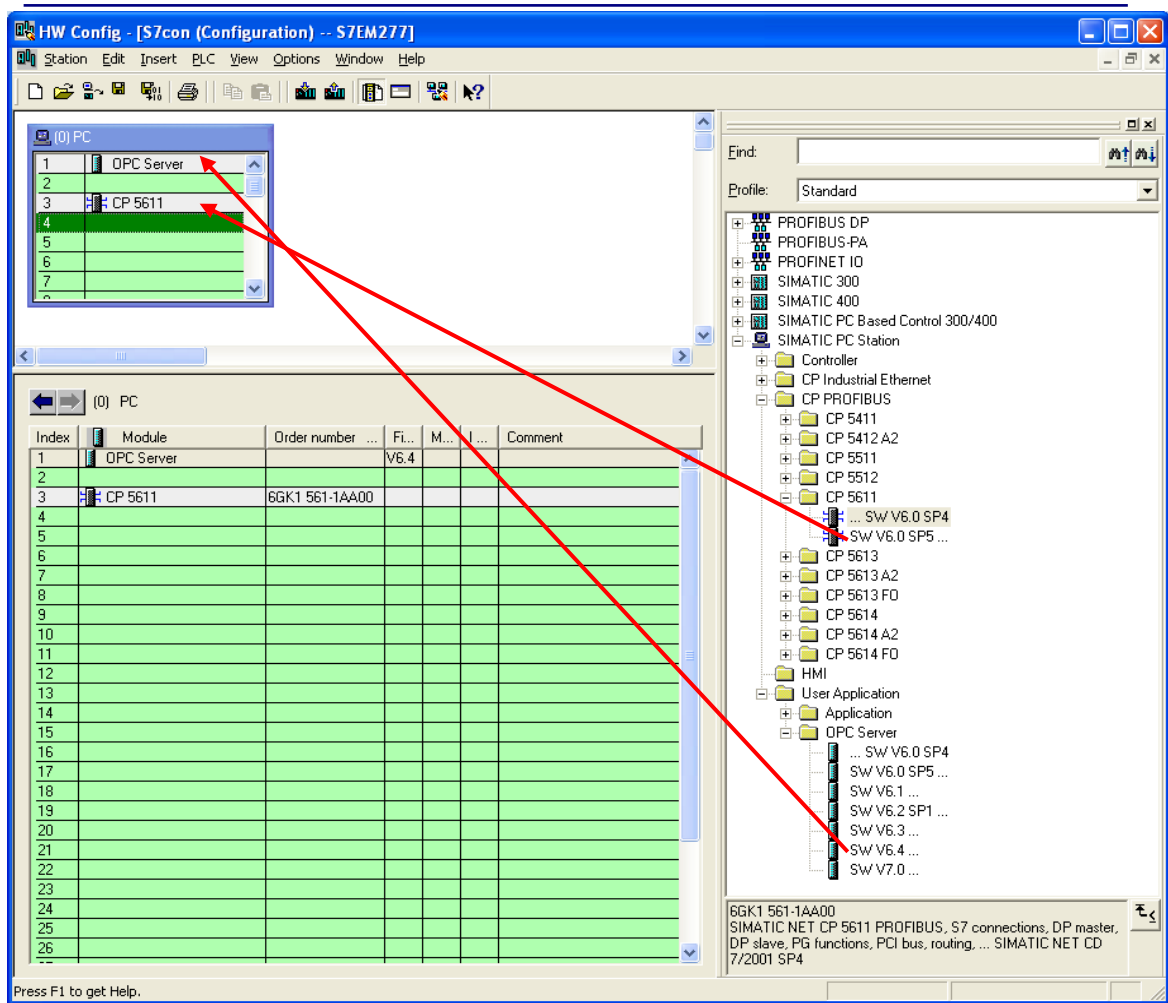

图 4
2. 打开硬件组态窗口，组态与所安装的 SIMATIC NET 软件版本相一致的硬件，插槽结构与在 Station Configuration Editor 组态的 PC 站一致，编译并保存，如图 4